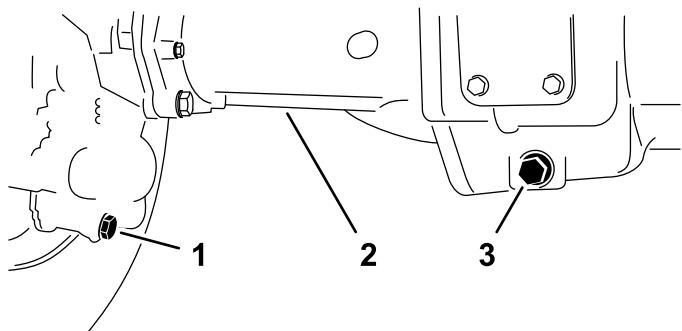

Bild 133
2. Reinigen Sie den Bereich um die drei Ablassschrauben (Bild 133): Je eine an jedem Kegelradgetriebegehäuse (außerhalb der Achsgehäuse) und eine im mittleren Getriebegehäuse.
3. Entfernen Sie die Ablassschrauben (Bild 133) und lassen das Öl in eine Auffangwanne abfließen.